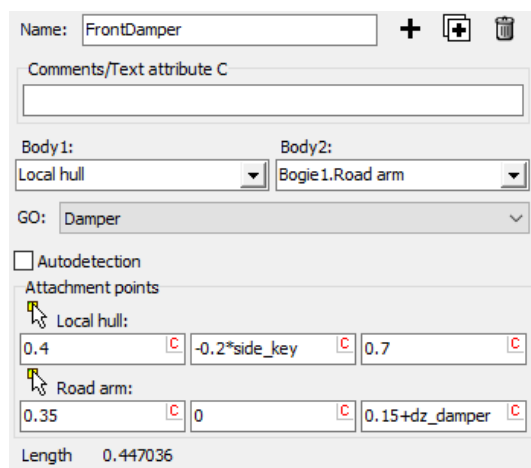

图 1.23
6. 点击  按钮，复制生成一个 Bipolar force，重命名为 **Front damper**，选择 **Bogie1** 子系统里的 **Road arm** 作为 **Body2**，设置两端连接点坐标，如图 1.23 所示。